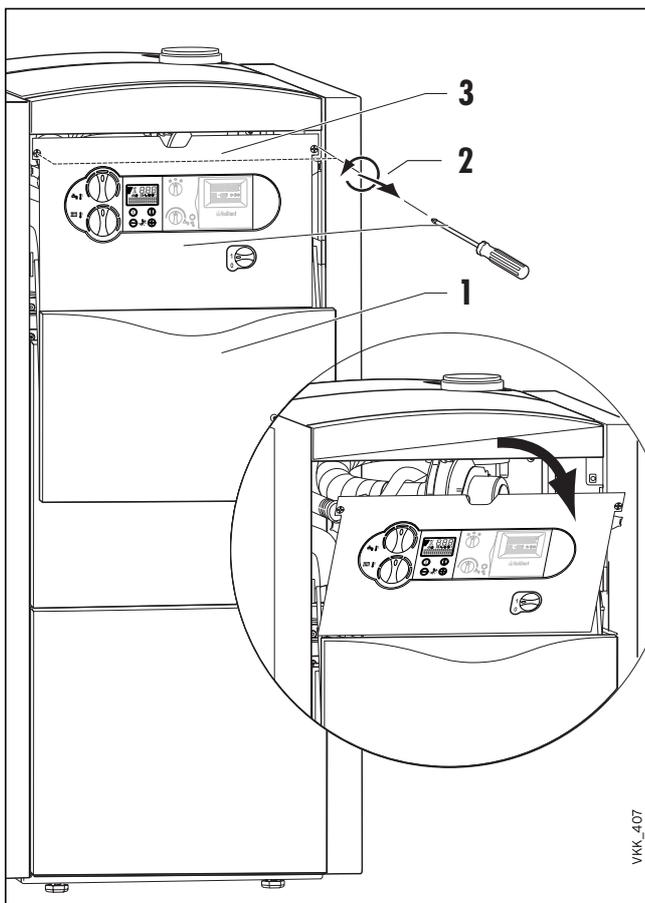

Abb. 4.7 Anschlussleitungen in den Schaltkasten verlegen
- Verlegen Sie die Netzzuleitung zur Anschlussebene im Schaltkasten wie in Abb. 4.7 (S. 20), gezeigt.